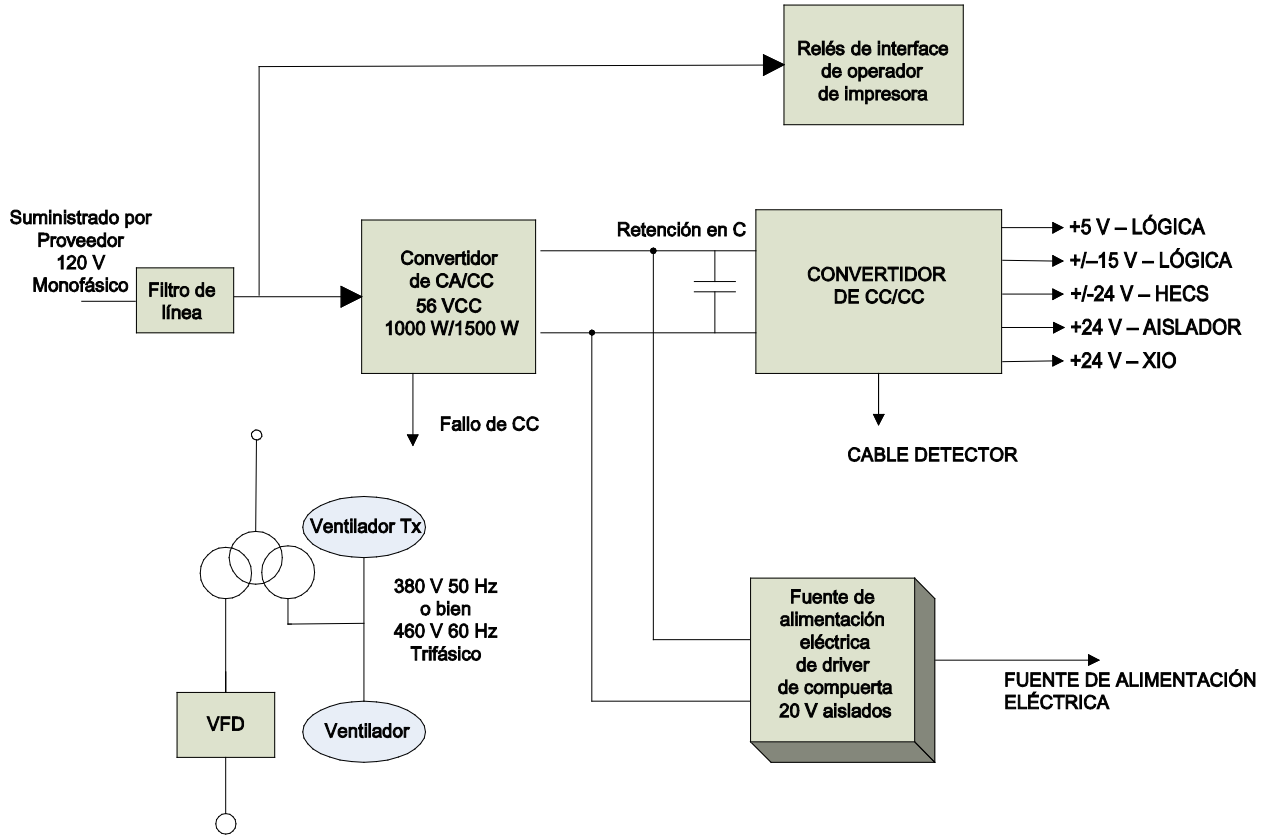

Figura 4.29 – Rectificador AFE con transformador de aislamiento integrado (configuración núm. #3)
– consulte la Figura 4.29
La Figura 4.29 ilustra la distribución de la alimentación eléctrica de control para los variadores AFE con transformador integrado y arrancador remoto.